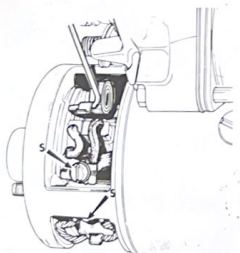

Fig. 9.7. Parte trasera del motor de arranque sin la abrazadera de inspección.
Mediante un gancho (fig. 9.7), retirar los muelles de las escobillas, sacar éstas de sus alojamientos, quitar los tornillos (S) y retirar las escobillas.